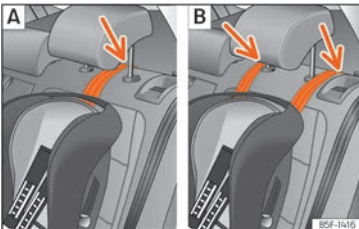

Abb. 40 Rücksitze: Einstellung und Einbau unter Verwendung des Top Tether-Gurts.
- Führen Sie den Gurt unter der Kopfstütze durch (in Abhängigkeit der Gebrauchsanweisungen des Kindersitzes ggf. Kopfstütze anheben oder entfernen) **»»** (Abb. 40).